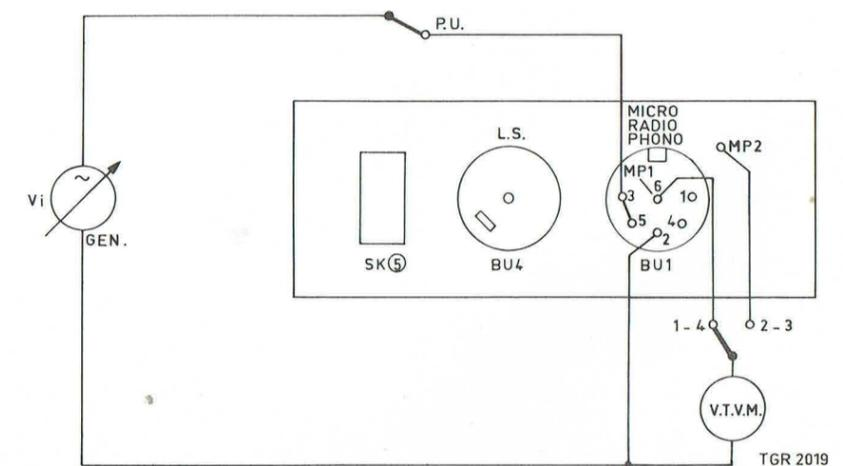

Fig. 24
### Sensibilité de l'amplificateur d'enregistrement via BU 1 (fig. 24)
- Appliquer un signal de 1 000 Hz, 85 mV, à l'entrée P.U. de BU 1, point 3, selon figure 24.